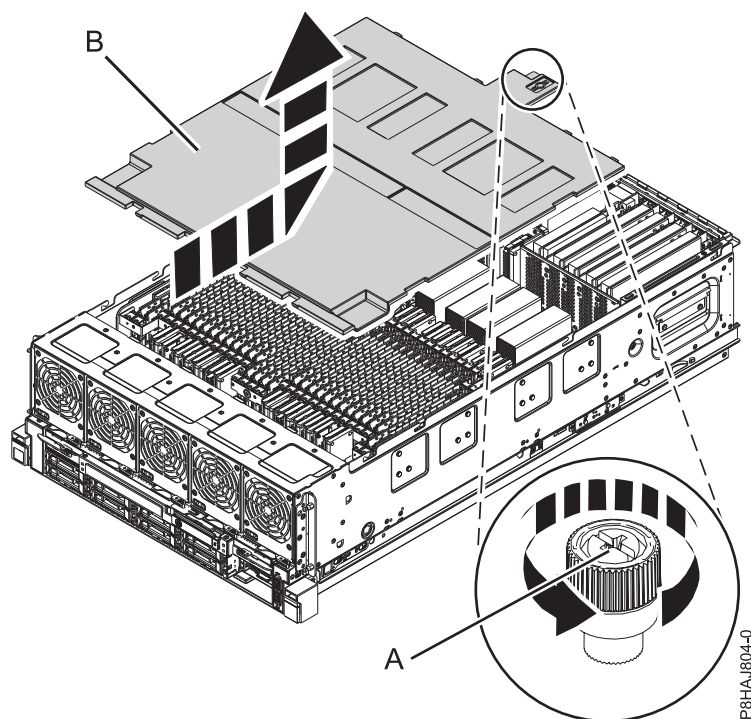

Figura 35. Remover a tampa de segurança
2. Desaperte o parafuso de aperto manual (A) localizado na parte posterior da tampa, ao rodá-lo na direcção apresentada na Figura 35 na página 57.
3. Faça deslizar a tampa de segurança (B) em direcção à parte posterior do sistema. Quando a parte anterior da tampa passar a extremidade superior da estrutura, levante a tampa e retire-a do sistema.